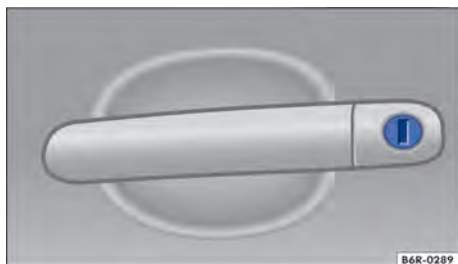

Fig. 59 Maçaneta da porta do condutor com cilindro da fechadura.
- Introduzir a haste da chave no cilindro da fechadura e destravar ou travar o veículo → Fig. 59.